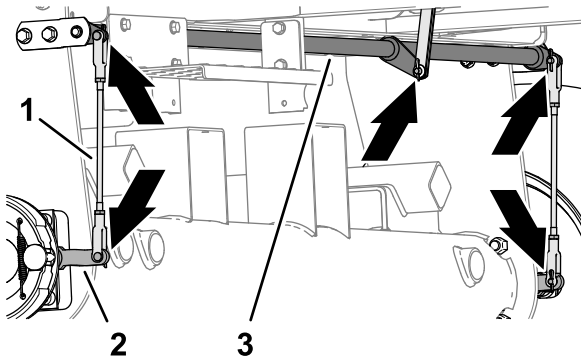

Figure 70
1. Vérifiez l'état et l'usure des tiges de frein gauche et droite (Figure 70).
2. Vérifiez l'état et l'usure de l'axe de pivot de frein (Figure 70).